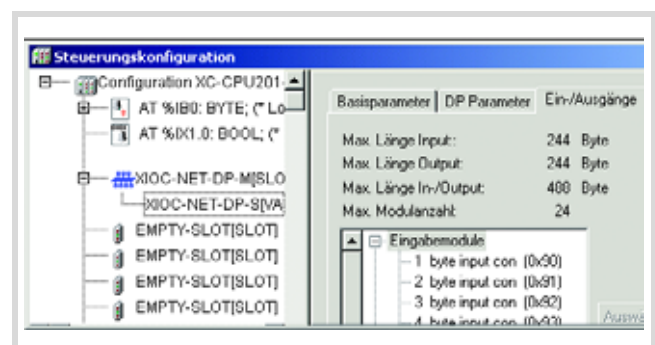
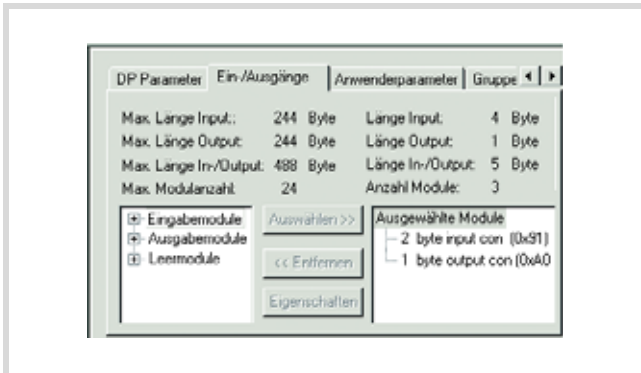

Abbildung 85: Auswahl der Ein-/Ausgänge
Abbildung 86: Parametrierung der Ein-/Ausgänge
- Wählen Sie im Register „Ein-/Ausgänge“ (→ Abbildung 85) die Ein-/Ausgänge für den Slave so aus, dass die Auswahl der Abbildung 86 entspricht.
Die Auswahl der Module inklusive Kennung (z. B. 0x91) und deren Reihenfolge muss der Auswahl im DP-M-/DP-S-Modul entsprechen, → Abbildung 86.